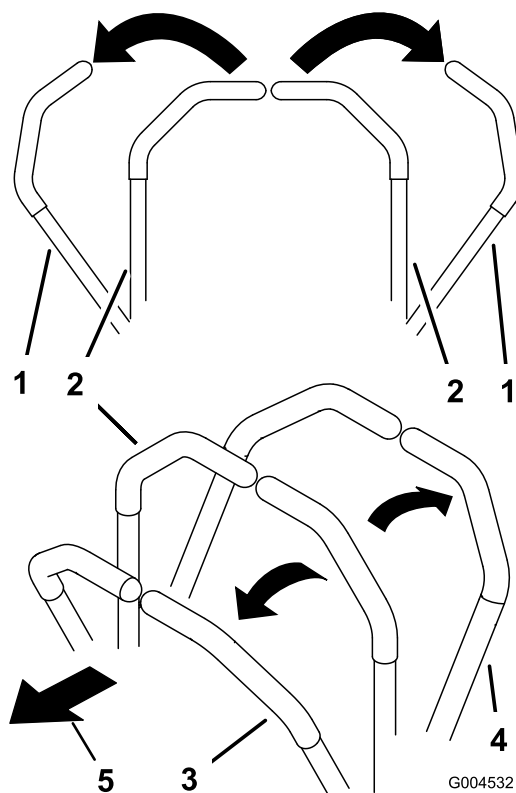

Bild 17
- Schieben Sie für das Vorwärtsfahren die Fahrtriebshebel langsam vorwärts (Bild 17).
Wenden Sie zum Geradeausfahren auf beide Fahrtriebshebel denselben Druck an (Bild 17).
Bewegen Sie zum Wenden den Fahrtriebshebel in Richtung Neutral, in dessen Richtung Sie wenden möchten (Bild 17).
- Ziehen Sie zum Rückwärtsfahren die Fahrtriebshebel langsam nach hinten (Bild 17).
Verringern Sie zum Wenden den Druck auf den Fahrtriebshebel an der Seite, in deren Richtung Sie wenden möchten (Bild 17).